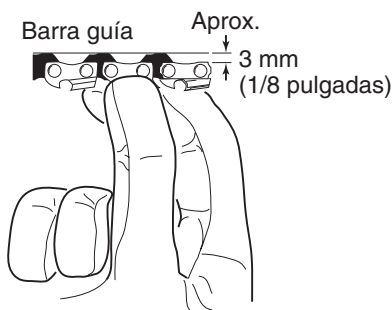

Figura 5 - Tensión correcta de la cadena
4. Hale la cadena hacia fuera separándola de la parte inferior de la barra hasta aproximadamente 3 mm (1/8 de pulgada) (los eslabones no deberían salirse de la ranura de la barra guía) y luego suéltela. La cadena debería volver a descansar contra la parte inferior del riel de la barra guía (vea la Figura 5).